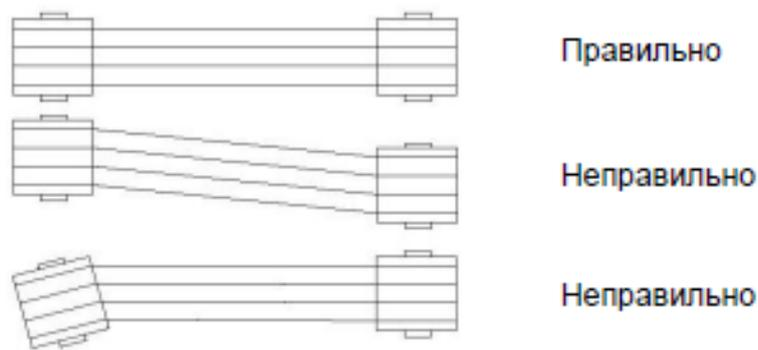

Рис. 4.17. Правильное центрирование шкива
**РАБОТА.** Следует избегать ненужного давления на подшипники за счет обеспечения параллельности валов и идеального центрирования шкивов (рис. 4.17).